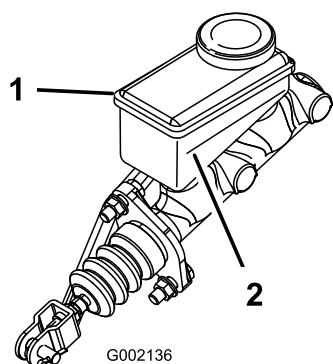

Рисунок 64
5. Проверьте уровень жидкости в боковой части бачка (Рисунок 64).
- Доливайте тормозную жидкость DOT 3 в бачок, пока ее уровень не будет выше отметки «Минимум» (Рисунок 64).